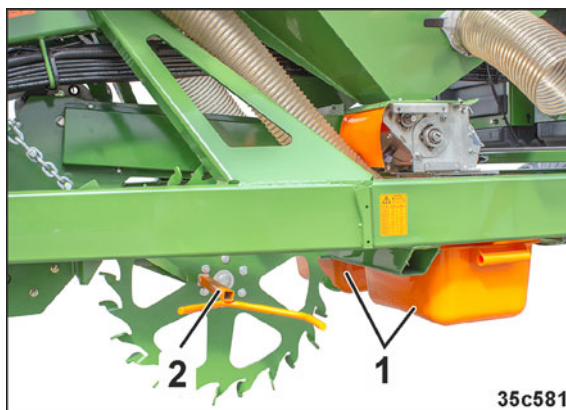

Fig. 194
3. Placer un auget d'étalonnage dans les supports sous chaque doseur (Fig. 194/1).
9. Enfiler le levier de contrôle de débit sur la roue d'entraînement (Fig. 194/2).